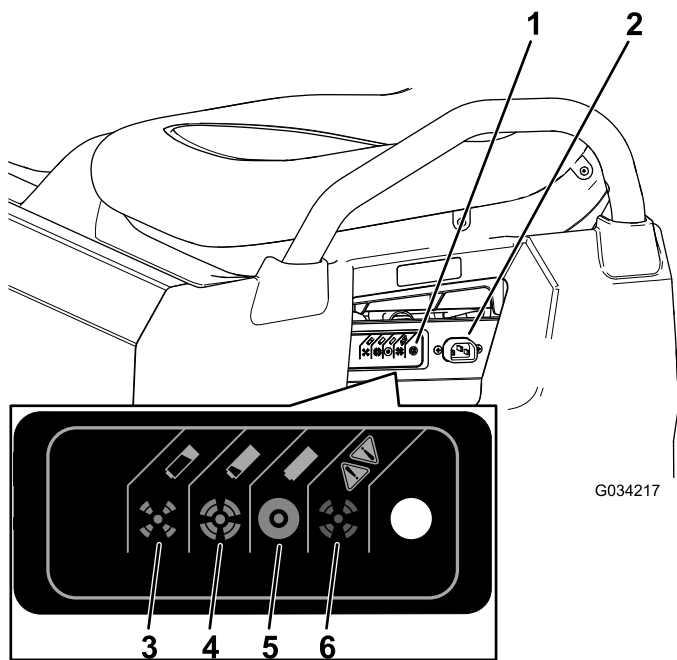

Bild 39
3. Schließen Sie ein **16er (oder dickeres) 2,5 m oder kürzeres Ladekabel** an der Ladesteckdose der Maschine an (Bild 39).
In der folgenden Tabelle und in Bild 39 finden Sie Informationen über die Bedeutung der verschiedenen Farben der Statuslampe am Ladegerät.